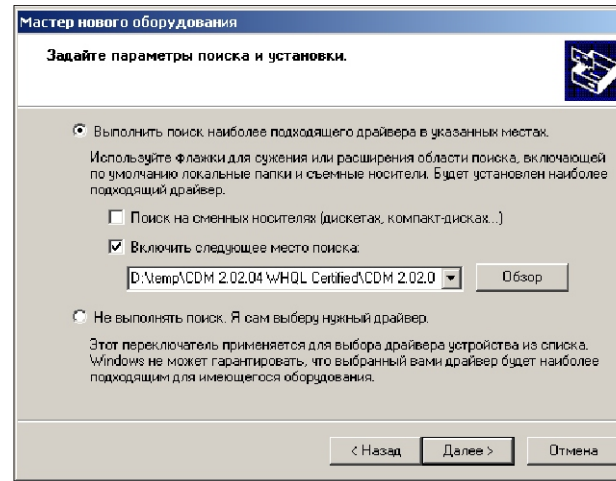

Рис. 3.11
- ♦ При инсталляции драйвера необходимо указывать его местоположение (папку, куда Вы скачали файл с драйверами). Выберите "Поиск подходящего драйвера в указанных местах". Введите в строке путь к файлу, рис. 3.11 или, нажав на кнопку "Обзор", выберите и укажите папку, в которой находятся драйвера. После того, как выбрали и указали путь, нажмите кнопку "Далее" для продолжения установки.